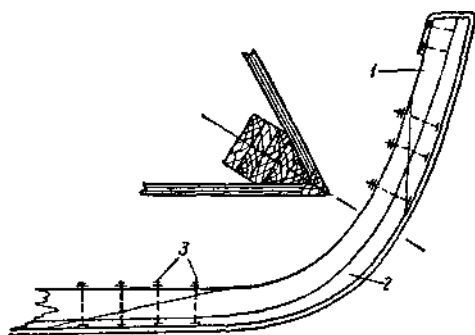

Рис. 128. Стыковка форштевня
**Ремонт форштевня и кия (рис. 128).** Поврежденный участок, освобожденный от обшивки, вырубают с запасом и заменяют обработанной по шаблону вставкой 2, которая стыкуется с оставшейся частью форштевня / на ус с переключением до пяти толщин. Стыки крепят на клею сквозными болтами 3, головки которых утапливаются, а отверстия заделываются деревянными пробками. Вставку кия рекомендуется выклеить из тонких досок, соединенных на ус с переключением, равным 15-кратной их толщине. Стыки в разных слоях разгоняют равномерно по всей длине кия. Расстояние между стыками в смежных слоях должно быть не менее двух длин усового соединения склеиваемой детали.